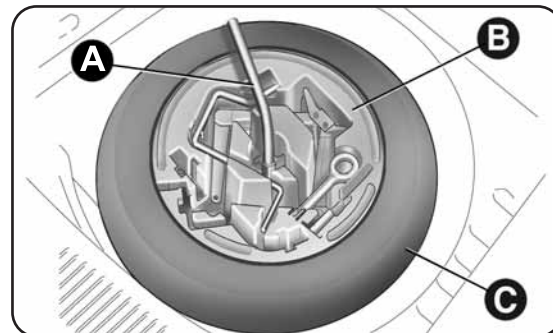

fig. 114
- à l'aide de la clé A-fig. 114 logée dans la boîte à outil, dévisser le dispositif de blocage, prendre la boîte à outil B et l'approcher de la roue à remplacer ; ensuite, prélever la roue compacte de secours C ;